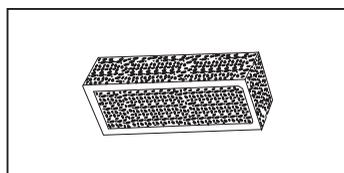

Fig. 16
Questo speciale filtro (Fig. 16) é da utilizzare in alternativa al filtro in poliestere (15) quando si ha la necessità di filtrare anche le più piccole particelle di polvere. Infatti, grazie alla particolare struttura del tessuto con il quale é realizzato, garantisce un'alta efficienza nell'aspirazione.